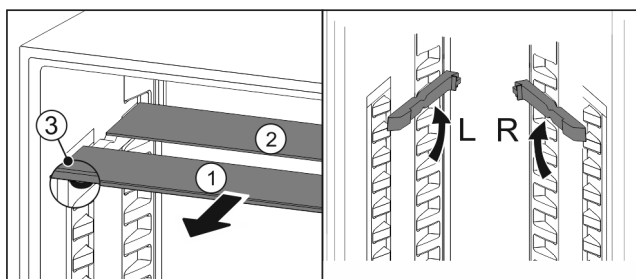

Fig. 50
- ▶ Sortir les tablettes par l'avant Fig. 50 (1).
- ▷ La tablette en verre Fig. 50 (1) avec bordure décorative est située à l'avant.
- ▷ Les butées Fig. 50 (3) sont orientées vers le bas.